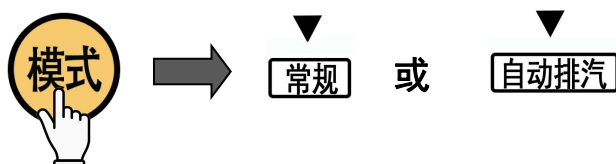

图 21
⑥快速冷却设置：可在按“启动”键前或灭菌程序结束前按下“快速冷却”键进行设置。选择此功能，机器将在排汽时启动快速冷却风扇降低锅内温度。
⑦模式选择：可切换常规或者自动排汽模式（图21）。（仅适用于【自动排汽型】）